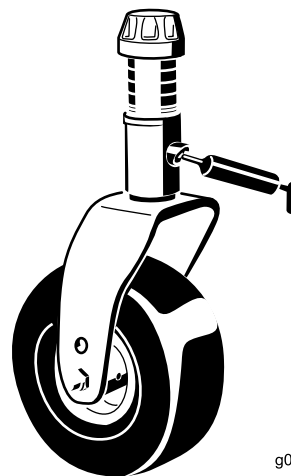

Figure 45
- 2 bagues d'axe de chape de roue pivotante (Figure 45)